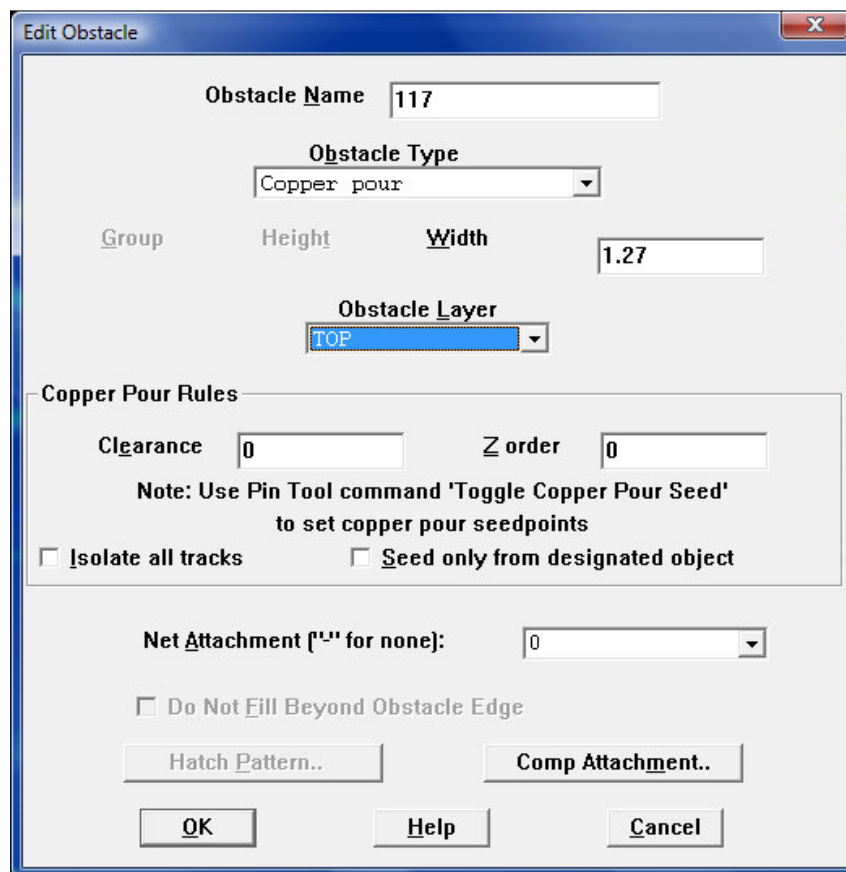

Fig. 27.
- Se deschide caseta de dialog din fig. 27:
Informațiile importante din caseta de dialog din fig. 27 sunt: